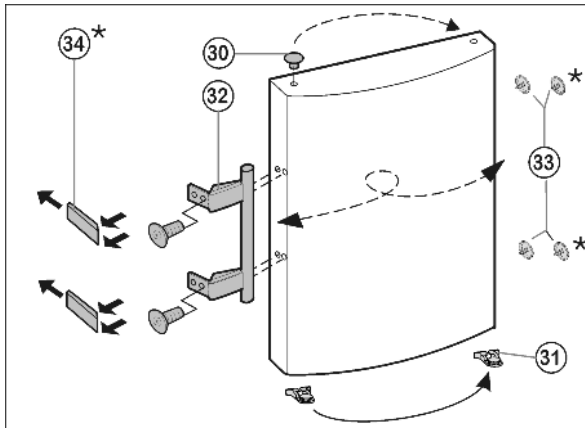

Fig. 8
- ▶ Извлеките пробку Fig. 8 (30) из опорной втулки дверцы и переставьте.
- ▶ Снимите и переставьте на противоположную сторону дверную ручку Fig. 8 (32), пробку Fig. 8 (33) и прижимные пластины\* Fig. 8 (34).